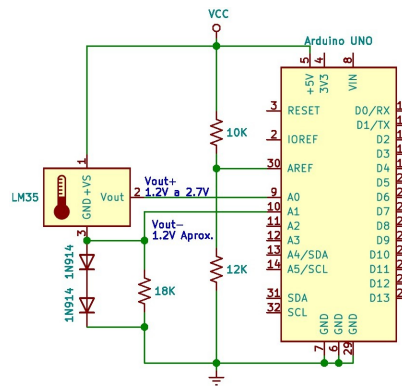

Figura 2: Circuito medidor de temperatura LM35 con Arduino
En lo concerniente al Arduino, éste incorpora un convertidor analógico-digital de 10 bits con soporte para voltaje de referencia V_{Ref+} , denominado *AREF* según las especificaciones del mismo [2]. Considerando que el LM35 en rango completo entrega hasta 2.05V ($10mV \times (150 - -55) = 2.05V$) la mayor parte de los 1024 valores jamás serán ocupados. Por este motivo, conviene sacar partido del pin de voltaje de referencia *AREF* del Arduino mediante un divisor de voltaje (véase Figura 2). En consecuencia, el pin *AREF* requerirá de un divisor de voltaje con salida de 2.73V tal como se muestra en la Figura 2 para dar mayor precisión al convertidor A/D.
1. Alambre el circuito mostrado en la Figura 2.
El proceso de alambrado de esta práctica considera dos circuitos. El primer circuito, mostrado en la Figura 2, permite obtener valores discretos del sensor de temperatura LM35. El segundo circuito (??) consiste en la interfaz